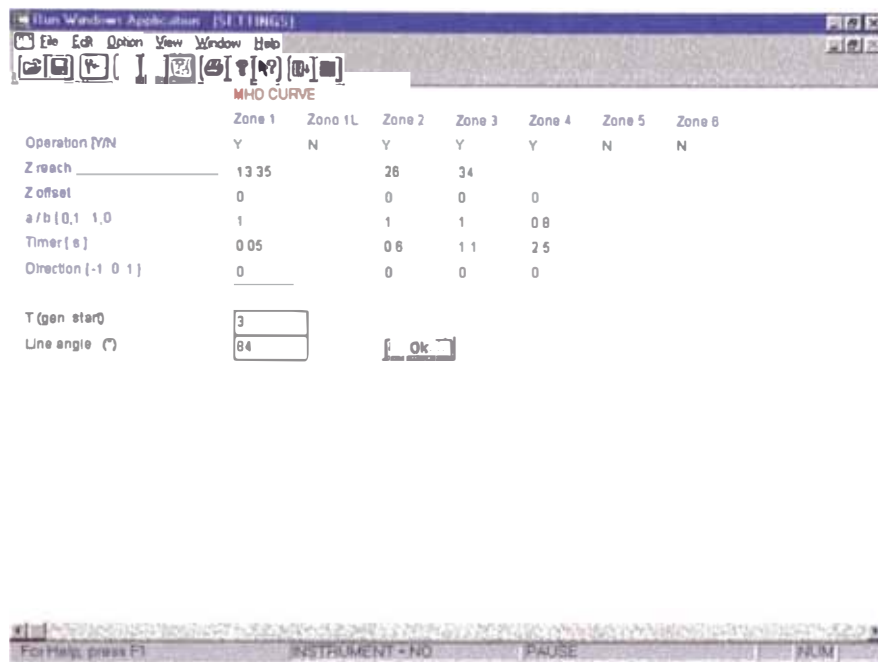

Figura IV.23
- Una vez definido el número de zonas uno ingresará los valores en impedancia, los tiempos de retardo de cada zona, su dirección, etc (Figura IV.23).